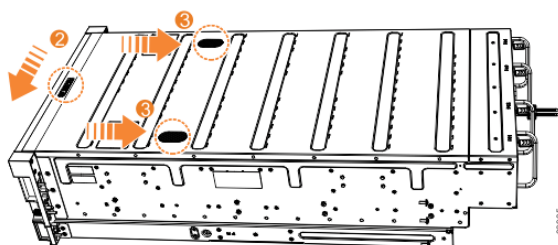

Abbildung 79. Obere Abdeckung wieder einbauen
2. Drücken Sie den Lösehebel der Abdeckung zur Seite (2 in Abbildung 79 auf Seite 70).
3. Schieben Sie die Abdeckung bis zum Anschlag zur Rückseite des Gehäuses zurück (3 in Abbildung 79 auf Seite 70).